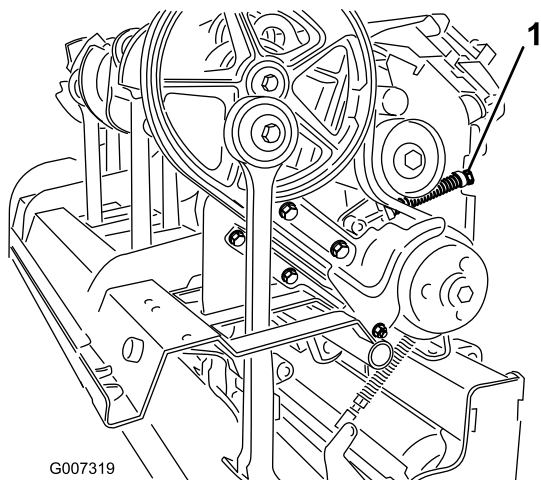

Figure 38
4. Pour détendre le ressort de la poulie de tension, desserrez le contre-écrou de fixation du dispositif de retenue du ressort (Figure 38) et tournez celui-ci.